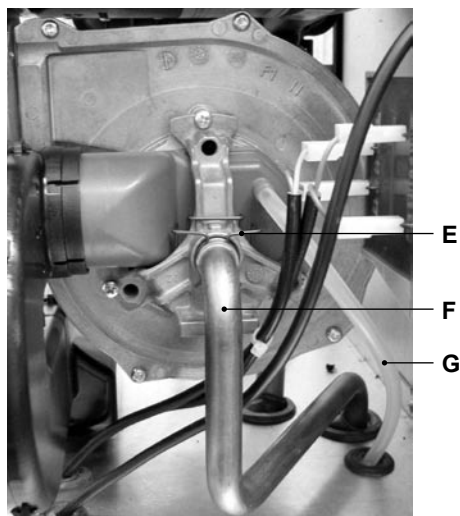

Figura 9.7
- Scollegare il tubo in silicone G (Figura 9.7).
- Togliere la forcina E ed estrarre il tubo del gas F (Figura 9.7).